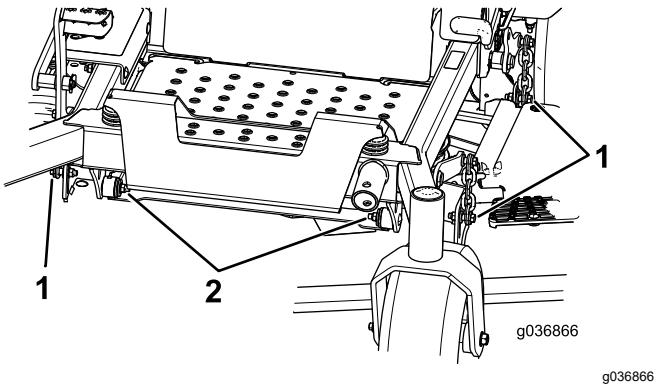

Рисунок 81
7. Отверните болты и гайки с обеих сторон машины и сохраните их (Рисунок 81).